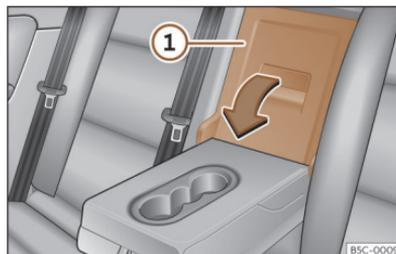

Fig. 175 En el respaldo del asiento trasero: apertura de la trampilla.
- Tire de la palanca de desbloqueo en el sentido de la flecha y abata completamente la tapa de la trampilla >>> **fig. 175** ① hacia delante.